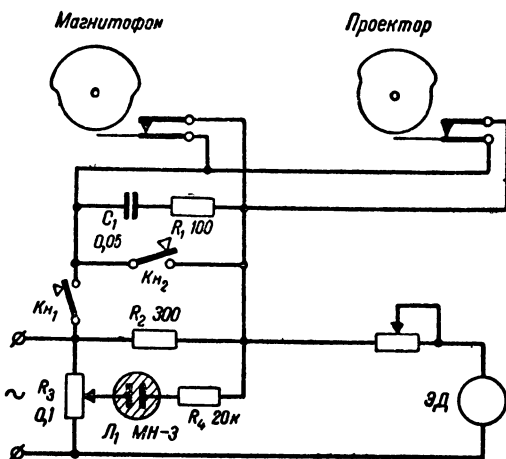

Рис. 1. Принципиальная схема простейшего синхронизатора.
**Простейший синхронизатор с контактными датчиками скорости.** На рис. 1 приведена принципиальная схема одного из простейших синхронизаторов, состоящего из постоянного сопротивления  $R_2$ , включенного последовательно с электродвигателем ЭД проектора, и двух кулачков с контактами в магнитофоне и проекторе. Обе контактные пары нормально замкнуты и включены параллельно сопротивлению  $R_2$ . Скорости вращения кулачков одинаковы.